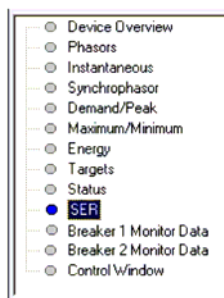

Figura 6.16 Tela da Opção HMI: ACSELERATOR
- Etapa 11. Clique no botão **SER** na tela da opção HMI (ver Figura 6.16).